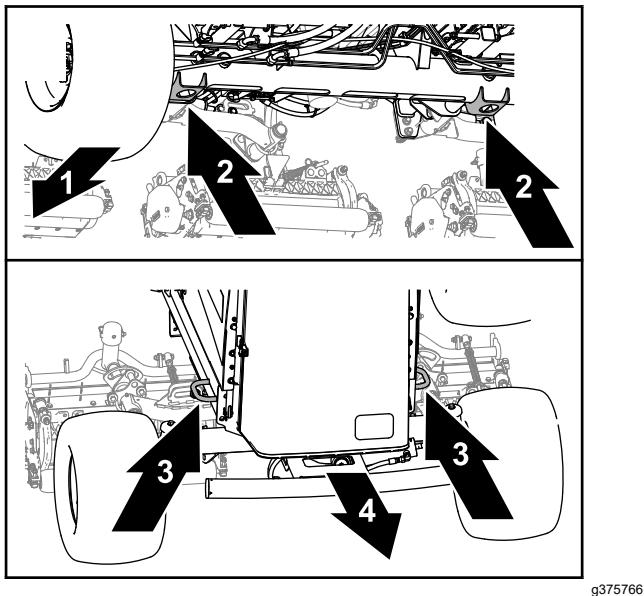

Bild 91
- Front: Das Loch in den Wagenheberaufnahmen des Vorderachsrohrs (Bild 91).